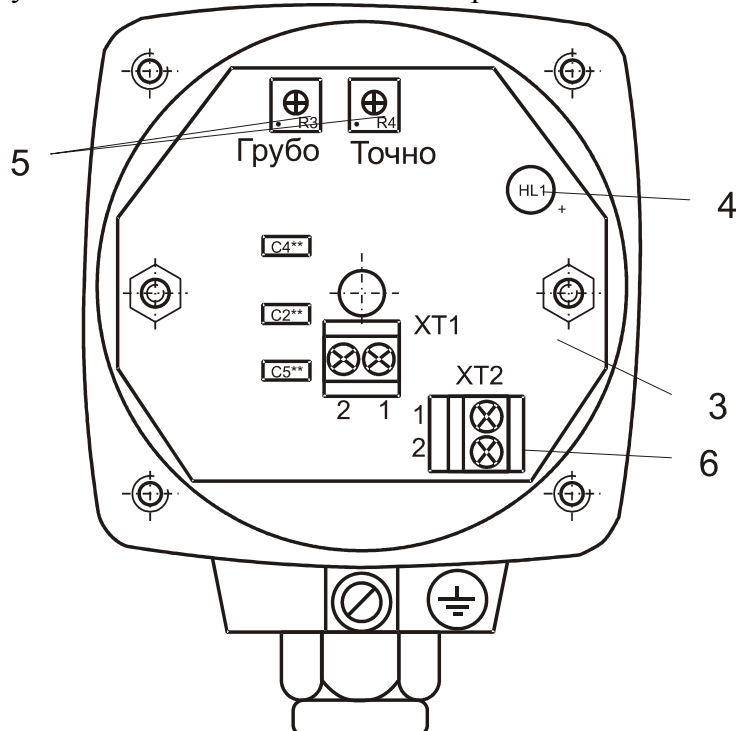

Рисунок 13 - Датчик ЕС со снятой крышкой
3.3 Датчики (рисунки 2 ... 7) состоят из чувствительного элемента 1 различных конструктивных исполнений и корпуса 2 с крышкой. На корпусе закреплен кабельный ввод 8 и имеется зажим для наружного заземления 9 (зажим ЗВ-С-4х12-1 ГОСТ-21130-75). Внутри корпуса (рисунок 13) расположен электронный модуль 3 с установленными на нем регулировочными элементами 5, светодиодом 4 – индикатором срабатывания датчика и клеммным блоком 6 для подключения ко вторичному преобразователю.